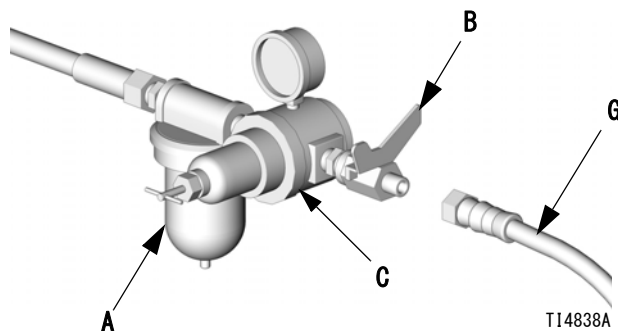

図 .3
6. エアホース (G) の他方端をエアシャットバルブのアウトレットに接続します。図図 .3 を参照のこと。